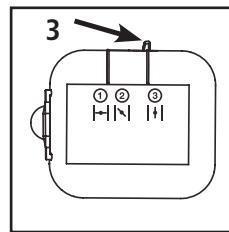

Fig. 19
- 8.** Continue a apertar o gatilho. Mova a alavanca do afogador para a Posição 3, (Fig. 19). Aqueça a equipamento por mais 60 segundos. O equipamento já pode ser utilizada após este tempo.